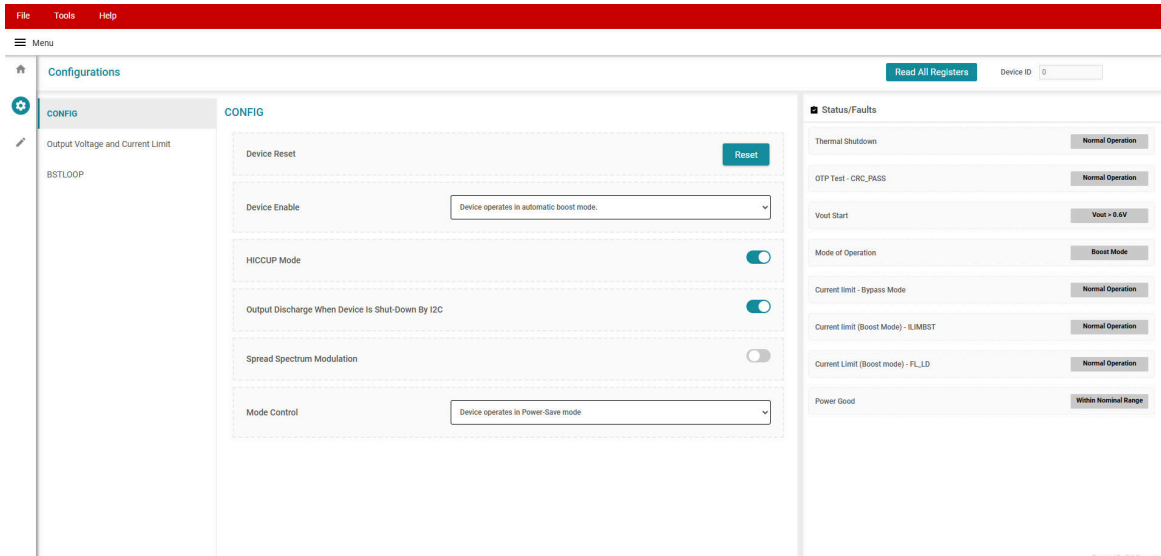

图 3-3. TLV61290EVM-076 的 GUI 用户界面
4. 单击 **Start** 按钮。将显示 TLV61290EVM-076 的 GUI 用户界面（图 3-3）。